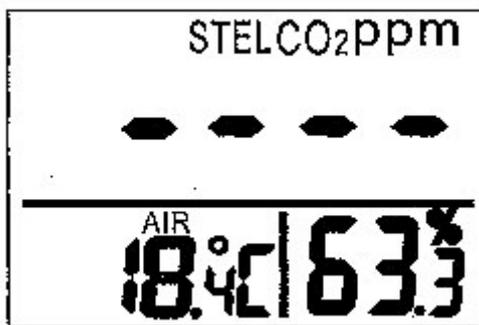

Рис.9
2. Для показаний STEL и TWA необходимо как минимум 5 минут с момента работы прибора. На дисплее появляется «_ _ _» Рис.9 в течение первых пяти минут с момента включения прибора.